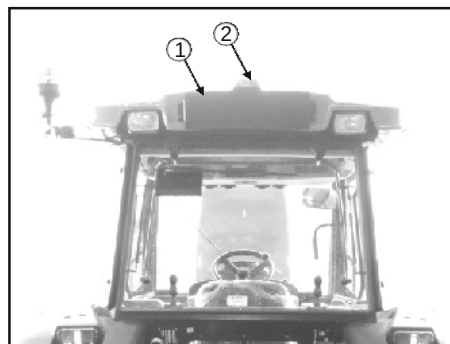

Рис. 17
Номерной знак (1) и его подсветка (2) установлены на задней стороне крыши (см. рис. 17).